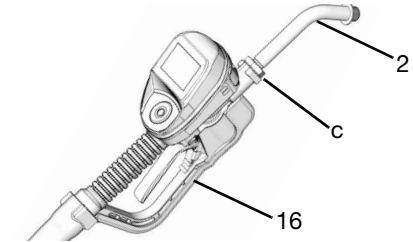

FIG. 10
1. Ajuste la tuerca (c) en la extensión (2) de forma que pueda utilizarse la conexión máxima de enrosque de la extensión (FIG. 10).
2. Enrosque la extensión (2) en el alojamiento (b) hasta que toque fondo (FIG. 10).
3. Alinee la extensión (2) con la empuñadura y el alojamiento de la válvula dispensadora con medidor (16) (FIG. 10).
4. Apriete firmemente la tuerca (c) (FIG. 10).